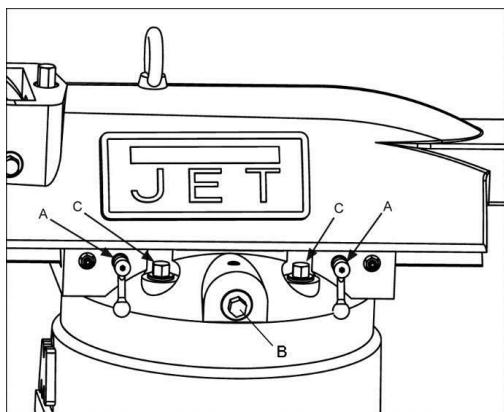

Рисунок 19 (Показан JTM-949LTS)
1. Ослабьте две ручки (A, Рис. 19), которые фиксируют консоль на его направляющих.
2. Поверните шестерню консоли (B, рис. 19) с помощью ключа, чтобы продвинуть консоль по направляющим.
3. Когда подвижная консоль перемещен в нужное положение, плотно затяните ручки (иди шестигранные гайки) (A, рис. 19).
1. Ослабьте четыре зажимных болта поворотной башни (C, рис. 19), которые закрепляют консоль на верхней части основания. Чтобы поворотная башня могла перемещаться, достаточно ослабить винты на пол-оборота.
3. Затяните четыре зажимных болта поворотной башни (C, рис. 19). Затягивайте в два этапа при помощи выставленного на определенную величину динамометрического ключа. Используйте перекрестную схему затяжки. Сначала затягивайте при величине крутящего момента 3,45 кгс\*м, и окончательно при 6,9 кгс\*м.